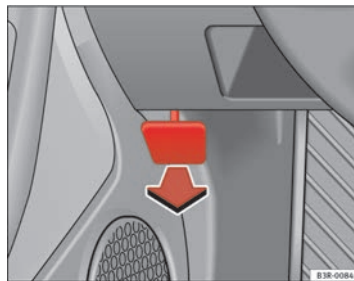

Fig. 175 Détail du plancher côté conducteur : levier d'ouverture du capot-moteur
- Tirez le levier situé sous la planche de bord dans le sens de la flèche ⇒ fig. 175.